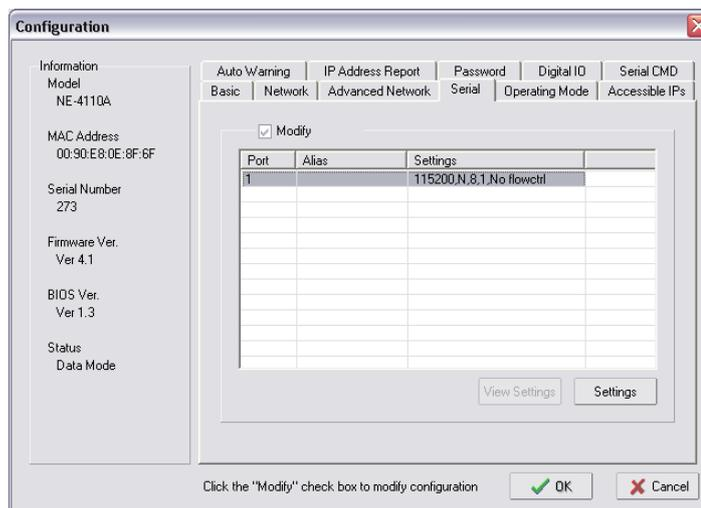

Рисунок 12
4.4.5 Перейдите на вкладку «Serial», поставьте галку около пункта «Modify», настройки для порта 1 (рисунок 12) и нажмите кнопку «Settings». В открывшемся окне выполните настройку параметров интерфейса RS-485. Нажмите кнопку «Ok».